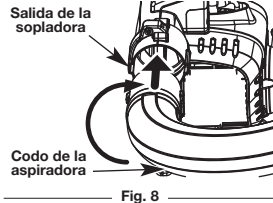

Fig. 8
1. Colocado frente a la unidad, tome con la mano izquierda el extremo a chaveta del codo de la aspiradora y, con la derecha, el extremo ensanchado. Alinee las lengüetas de traba del extremo a chaveta con las lengüetas de traba de la salida de aire de la sopladora. (Fig. 8)
2. Inserte el codo de la aspiradora dentro de la sopladora y gire en sentido de las manecillas del reloj hasta que caiga en su lugar y cierre. (Fig. 8)